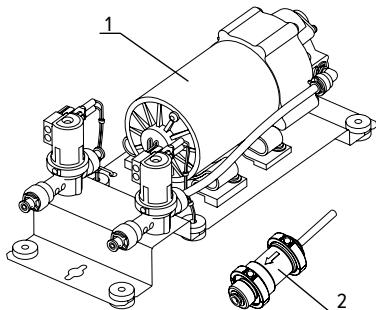

Рисунок 1. Основные блоки КПД
3. ОСНОВНЫЕ БЛОКИ И ПРИНЦИПЫ ИХ РАБОТЫ (рис. 1)